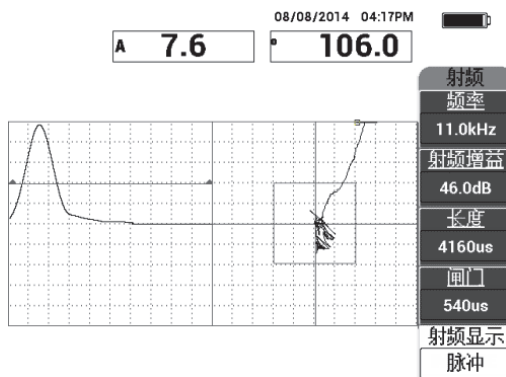

图 6-6 脉冲显示
6. 如果用户愿意，可以将**射频显示**（**E** 键）设为**脉冲**（参见第 117 页的图 6-6）。但是，我们建议使用**射频显示**模式，因为这样可以更容易地对每个信号震荡进行判读。